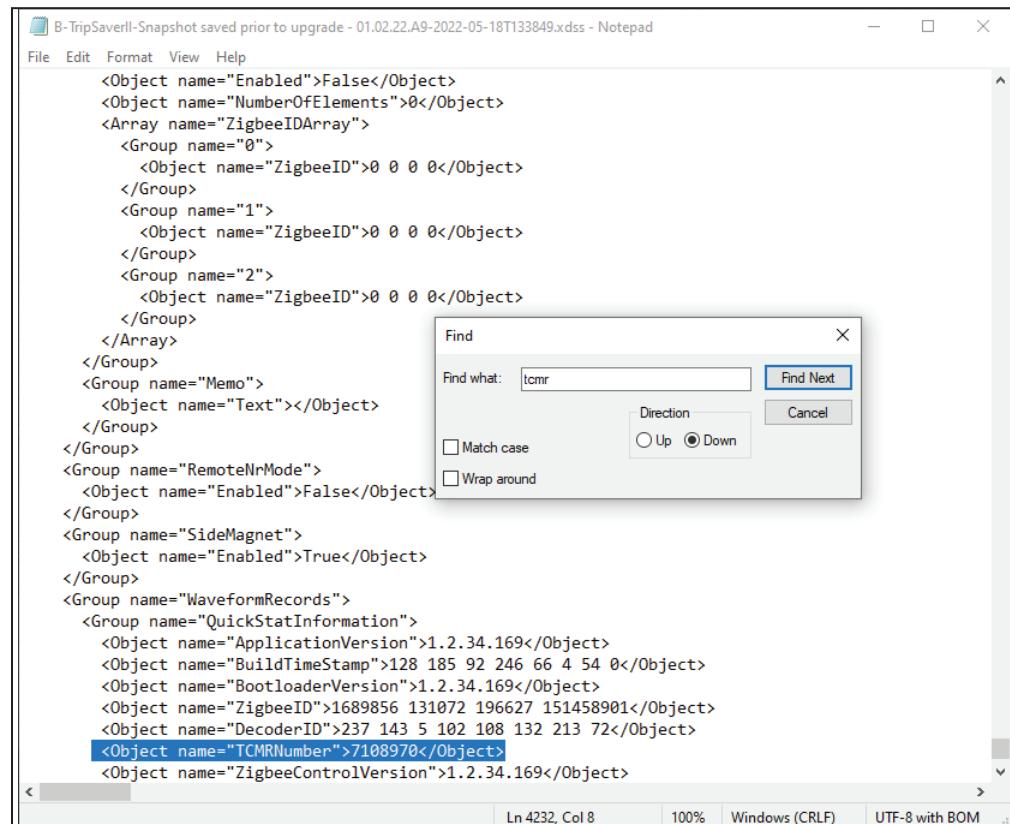

Figura 22. Arquivo snapshot aberto com o Notepad.
**Para verificar o arquivo snapshot usando o Notepad:** Vá até a pasta Documentos>S&C Electric>Products>TripSaver II. Se houve atualização em diversos religadores TripSaver II, essa pasta pode conter mais de um arquivo snapshot. Abra o arquivo snapshot usando Microsoft Notepad. No menu **Edit** (Editar), selecione o item **Find** (Localizar) e procure por “TCMR”. Faça a correspondência do TCMR com o religador TripSaver II em que os dados de perfil devem ser recuperados. Ver Figura 22. Feche o arquivo snapshot sem salvar qualquer alterações.